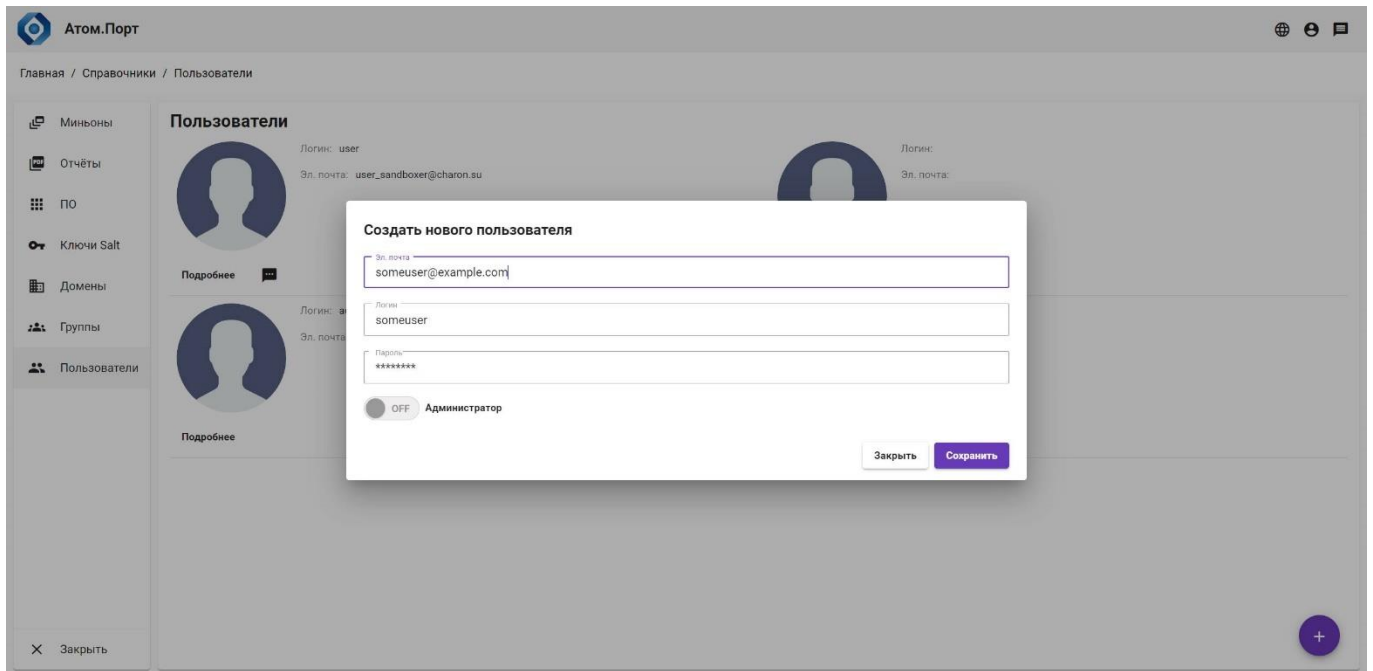

Рисунок 6 – Окно создания пользователя Системы
3. В открывшемся диалоговом окне (Рисунок 6) ввести данные пользователя: